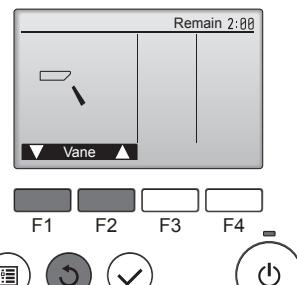

Fig. 7-7
- ① С помощью кнопок **F1** **F2** проверьте работу заслонки в автоматическом режиме. (Fig. 7-7)
- ② Нажмите кнопку для возврата в режим "Test run" (Тестовый прогон).
- ③ Нажмите кнопку